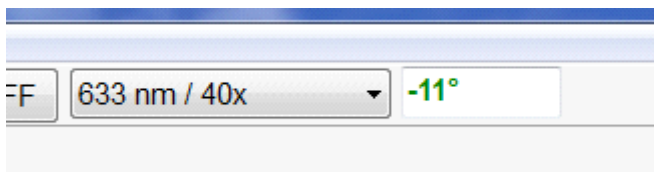

Рис. 5.2. Окно выбора температуры охлаждения камеры.
2. Охладить камеру, при помощи которой будет регистрироваться рамановский спектр. На главной панели программы имеется окно для отображения температуры сенсора цифровой камеры. Это окно используется как поле ввода для установки желаемой температуры. После загрузки программы NanoSP для CCD поддерживается температура $+20\text{C}^{\circ}$ (рис. 5.2).